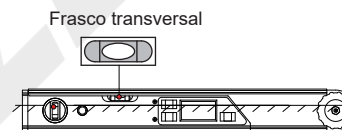

Fig.1
- a. Verificação transversal (Fig.1).